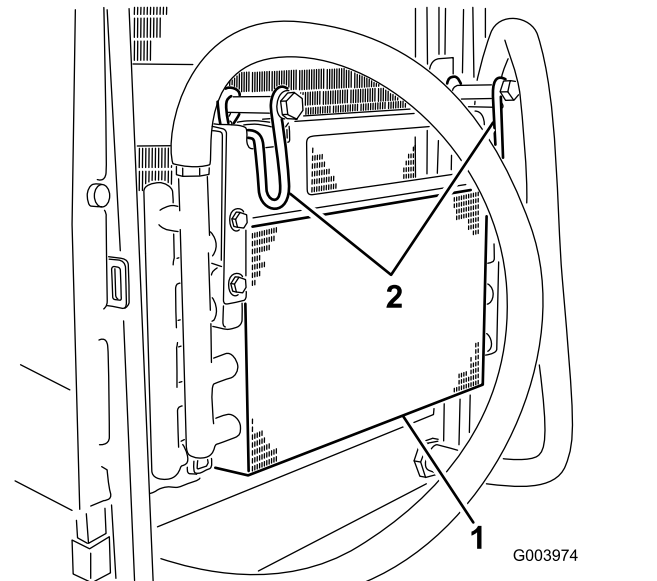

Figure 61
5. Pivotez les attaches vers l'intérieur pour dégager le refroidisseur d'huile (Figure 61).